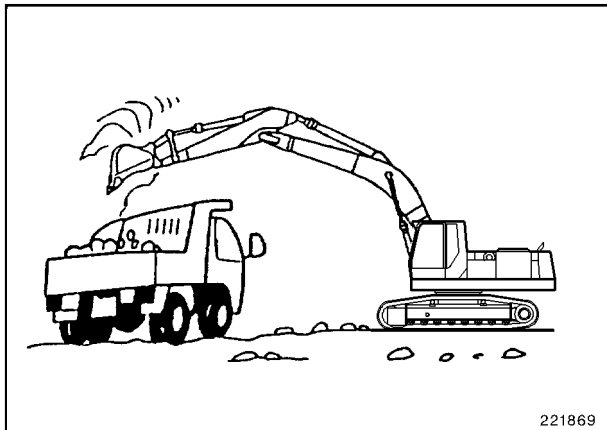

Fig. 5
- Como sacudir la arena y la tierra de la cuchara. Poner la pluma en una posición cerca del suelo y poner la cuchara en la posición de vaciar. En caso de no caer de la cuchara la arena y la tierra, mover la palanca de mando de la cuchara varias veces hacia adelante y hacia atrás. No sacudir la tierra usando golpes al fin de la carrera del cilindro de la cuchara (Fig. 5).